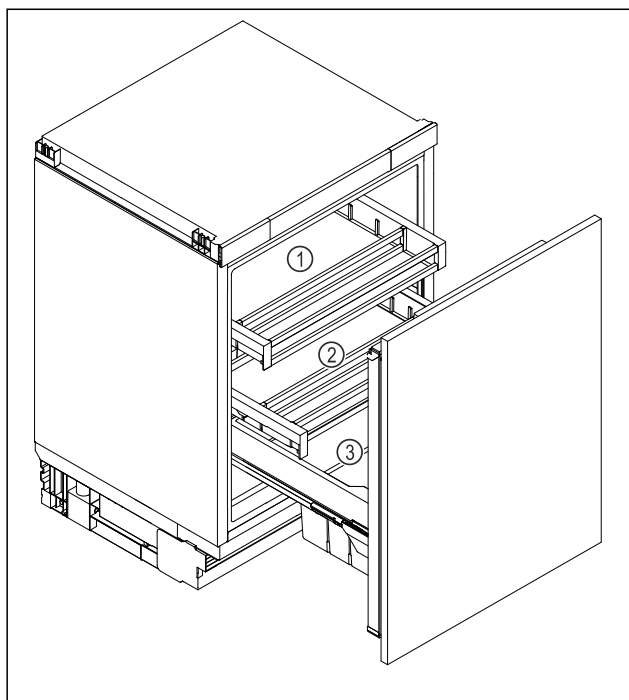

Fig. 6 Représentation à titre d'exemple
- Tiroir supérieur Fig. 6 (1) : conserver le beurre, le fromage, les conserves et les tubes.
- Tiroir inférieur Fig. 6 (2) : conserver les aliments facilement périssables, tels que les plats cuisinés, le poisson, la viande et la charcuterie.
- Compartiment à fruits et légumes Fig. 6 (3) : conserver les fruits et légumes emballés.
- Compartiment à boissons Fig. 6 (3) : conserver les bouteilles.